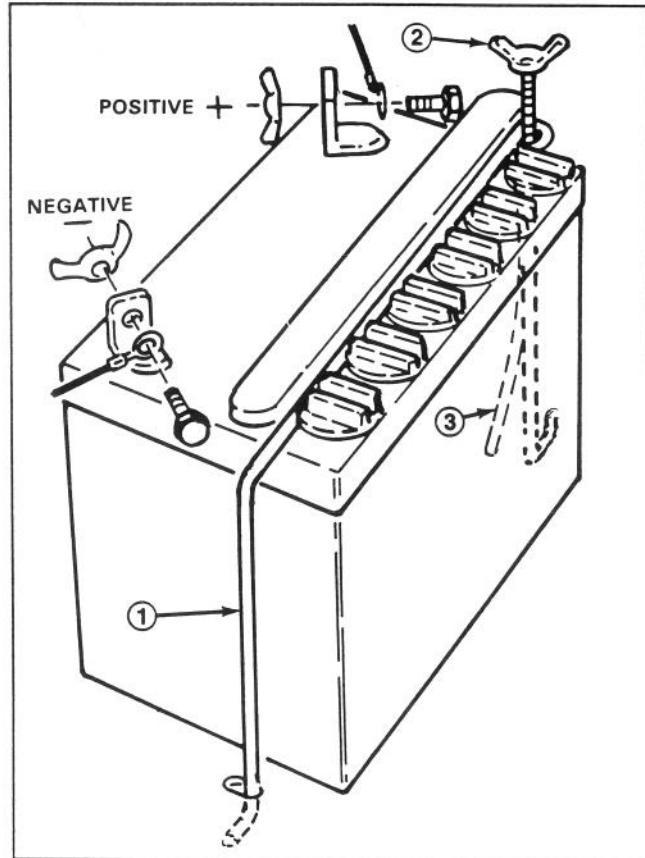

Abbildung 3
2. Die Flügelmuttern von den Batteriesicherungsbügeln entfernen (Abb. 3).
8. Die Batterie mit nach hinten weisenden Batteriepfosten in die Maschine einlegen; dabei die Entlüftung durch das Loch im Rahmen führen (Abb. 3).
10. Das Stromkabel (+) am Plus-Terminal, das Masse (-)-Kabel am Minus-Terminal anklammern und mit den Sechskantschrauben und Flügelmuttern absichern (Abb. 3).